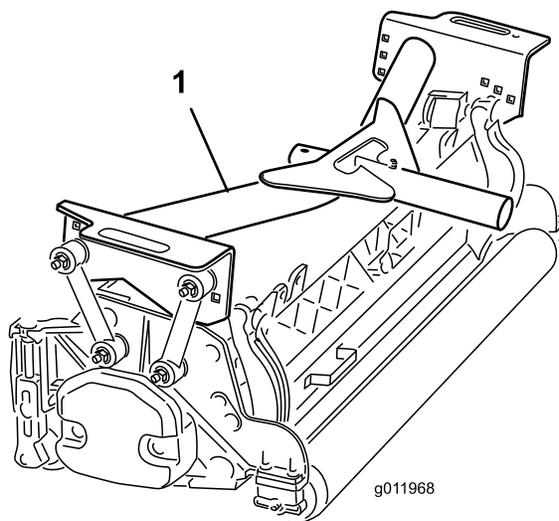

Рисунок 16
2. Поместите переднюю несущую раму (Рисунок 16) на каждый из передних режущих блоков.